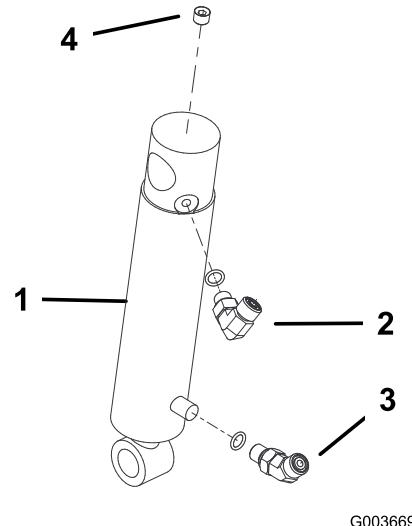

Figure 11
- Vissez un raccord à 90 degrés dans l'orifice supérieur du vérin hydraulique. Positionnez le raccord comme illustré à la Figure 11. Remarque : Les joints toriques doivent être lubrifiés et positionnés correctement sur tous les raccords avant la mise en place.
- Vissez un raccord à 45 degrés dans l'orifice inférieur du vérin hydraulique. Positionnez le raccord comme illustré à la Figure 11.